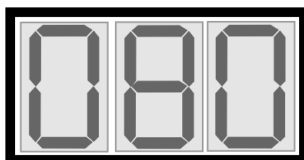

Abb.4
- Auf dem Display wird kurz die Schrift SAC visualisiert, um die erfolgte Wahl des Halbautomatikzyklus zu bestätigen (Abb.3); während der Kühlung wird dann als Zahlenwert die momentane Konsistenz angegeben. (Abb. 4)